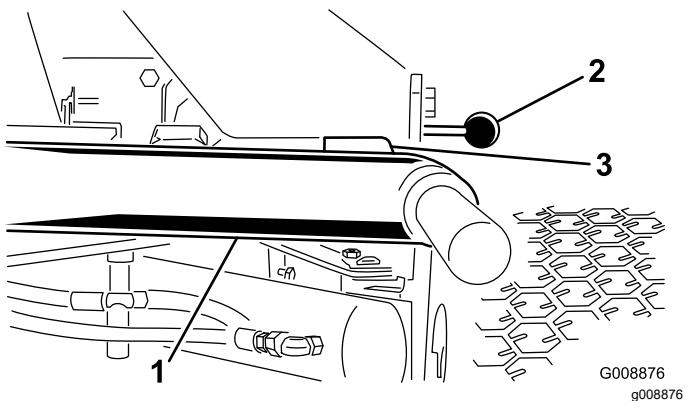

Bild 11
1. Lassen Sie den Motor an, heben die Mähwerke an und prüfen, ob der Abstand zwischen jedem Hubarm und der Halterung der Bodenplatte zwischen 5 und 8 mm liegt (Bild 11).